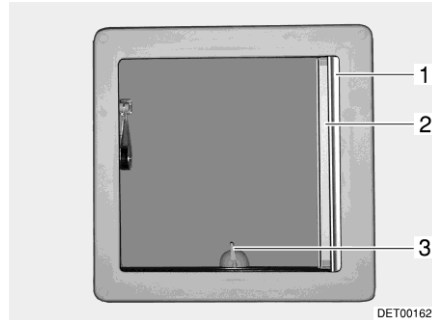
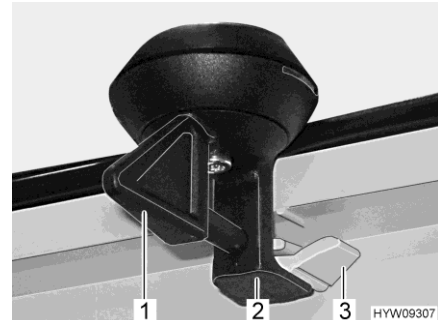

Fig. 28 Claraboya inclinable
Fig. 29 Bloqueo (claraboya inclinable)
- Girar la palanca (Fig. 28,3 ó Fig. 29,1) un cuarto de vuelta.
- Girar la palanca un cuarto de vuelta. El bloqueo (Fig. 29,2) tiene que deslizarse al interior de la pestaña inferior (Fig. 29,3).
Cerrar: ■ Extraer del estor plegable (Fig. 28,1) y soltarlo en la posición deseada. El estor plegable se queda fijo en esta posición.
Cerrar: ■ Tirar la mosquitera enrollable (Fig. 28,2) hasta que engatille en el bloqueo del lado contrario.